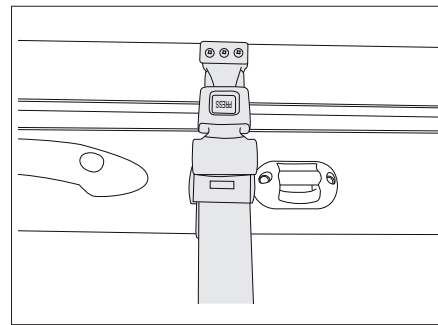

Fig. 144 Cinturón de retención de cama elevada manual
- Asegurar la cama elevada con el cinturón de retención al techo (Fig. 144).